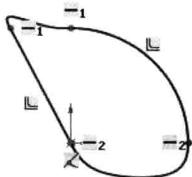

图 1.2.6 套合样条曲线 2
- ☑ **闭合的样条曲线(L)** 复选框: 选中此选项时, 生成一个闭合轮廓的样条曲线, 如图 1.2.6 所示。